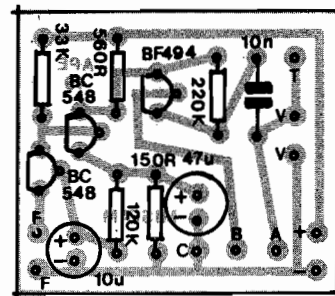

Fig.3
- FIG. 3 - "CHAPEADO" DA MONTAGEM - Agora vista pela face não cobreada, a plaquinha já contém as peças principais, devidamente posicionadas... Atenção aos seguintes pontos: transistores, referenciados pelos seus lados "chatos" (cuidado para não inserir o BF494 no lugar de um dos BC548, e vice-versa...), polaridades dos capacitores eletrolíticos (o terminal mais longo é sempre o positivo, além de - normalmente - a indicação da polaridade estar inscrita lateralmente, no próprio corpo do componente...) e valores dos resistores, em função dos lugares que ocupam na placa (qualquer troca aí, poderá arruinar o funcionamento do circuito, e até causar danos aos transistores...). Observem, ainda, as diversas ilhas periféricas (junto às bordas da plaquinha) que se destinam às conexões externas, a serem detalhadas numa próxima figura... Todas essas ilhas estão devidamente codificadas, para facilitar a localização/identificação, no devido momento... Todas as posições, valores, polaridades, estado dos pontos de solda (isso pelo lado cobreado...) devem ser rigorosamente conferidos ao final, para só então cortar-se as "sobras" de terminais, passando-se à próxima fase da construção do MISFAM...